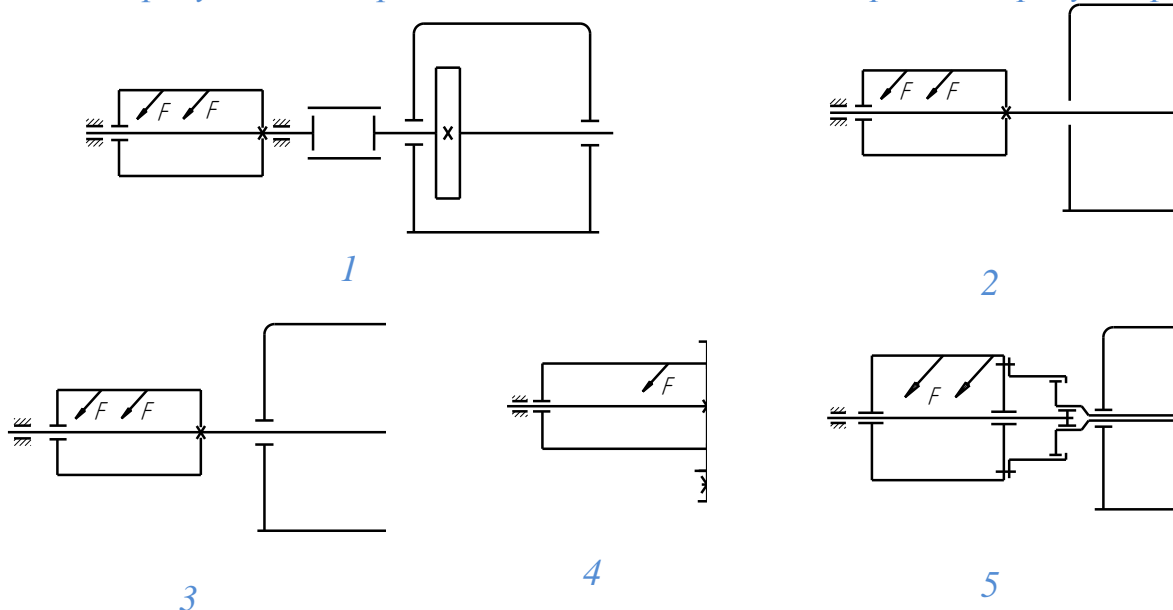

Рисунок 3.2.3 – Схемы соединения барабана с редуктором
3.2.10 Укажите схему соединения барабана с редуктором посредством зубчатой муфты (рисунок 3.2.3):